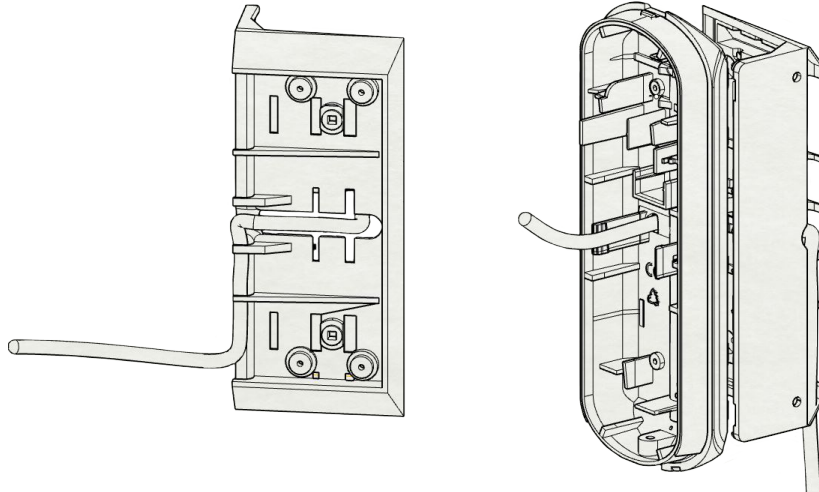

Fig.8
- c. Far passare il cavo di collegamento alla centrale attraverso la guida predisposta sulla staffa; lo stesso cavo va fatto passare attraverso il foro realizzato sul fondo del contenitore (Fig.8). Fissare il fondo del contenitore alla staffa attraverso le quattro viti già predisposte.